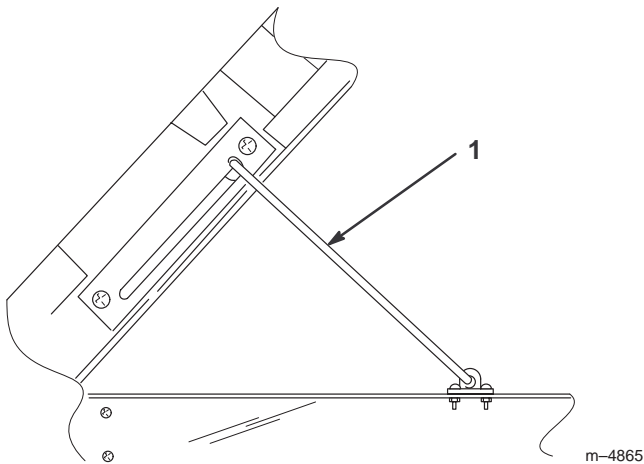

Bild 12
3. Heben Sie die Mulde ganz hoch und senken sie dann etwas ab, um den Ständer einrasten zu lassen (Bild 12).